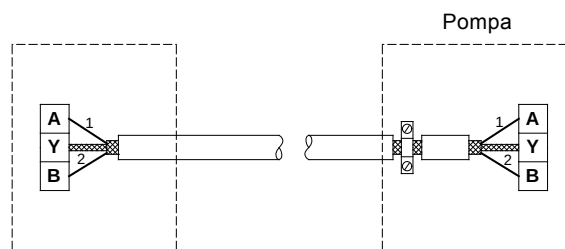

Fig. 18 Conexiune cu cablu ecranat cu 2 fire
- Dacă în instalația existentă este utilizat un cablu ecranat cu 2 fire, conectați-l ca în fig. 18.